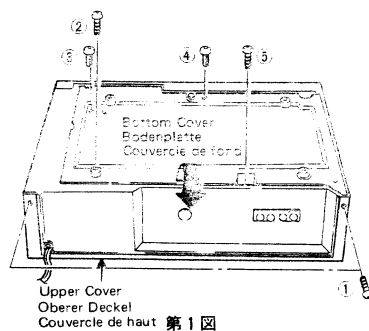
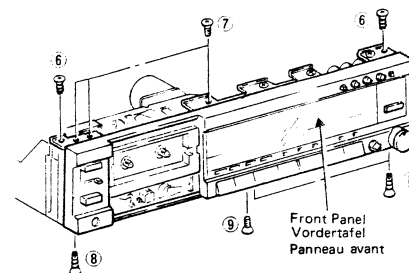

Fig. 1 Abb. 1
Fig. 3 Abb. 3
- Upper Cover (Fig. 1)**
- Bottom Cover (Fig. 1)**
- Front Panel (Fig. 1, 3)**
Remove the upper cover and cassette lid. (Fig. 1) Then, remove two screws (6), three screws (7), three screws (8) and one screw (9). Next, remove connectors (12 places) and pull the front panel forward. (Fig. 3)
- Oberer Deckel (Abb. 1)**
- Bodenplatte (Abb. 1)**
- Vordertafel (Abb. 1, 3)**
Oberer Deckel und Kassettenfachdeckel entfernen. (Abb. 1) Dann zwei (6), drei (7), drei (8) und eine (9) Schrauben entfernen. Sodann Verbindungsklemmen (12 Stellen) lösen und Vordertafel nach vorne ziehen. (Abb. 3)
- (1) **Couvercle de haut (Fig. 1)**
- (2) **Couvercle de fond (Fig. 1)**
- (4) **Panneau avant (Fig. 1, 3)**
Retirer le couvercle de haut et la trappe à cassettes. (Fig. 1) Retirer ensuite les deux vis de fixation ⑥, les trois vis de fixation ⑦, les trois vis de fixation ⑧ et la vis de fixation ⑨. Ensuite, déposer les connecteurs (à 12 emplacements) et dégager le couvercle de haut en le tirant vers soi. (Fig. 3)